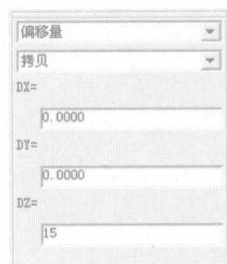
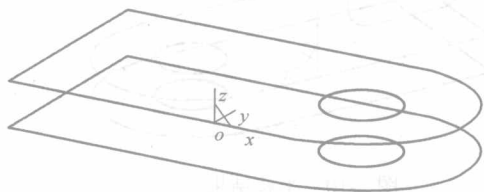

图 2-3 设置立即菜单
图 2-4 平移操作结果
- (4) 单击 F8 键，以轴测方式显示视图，单击“平移”按钮测，如图 2-3 所示设置立即菜单，在绘图区中框选拾取所有图线，产生复制平移图线，如图 2-4 所示。
- (5) 单击 F7 键，将当前坐标平面切换到 xz 面。